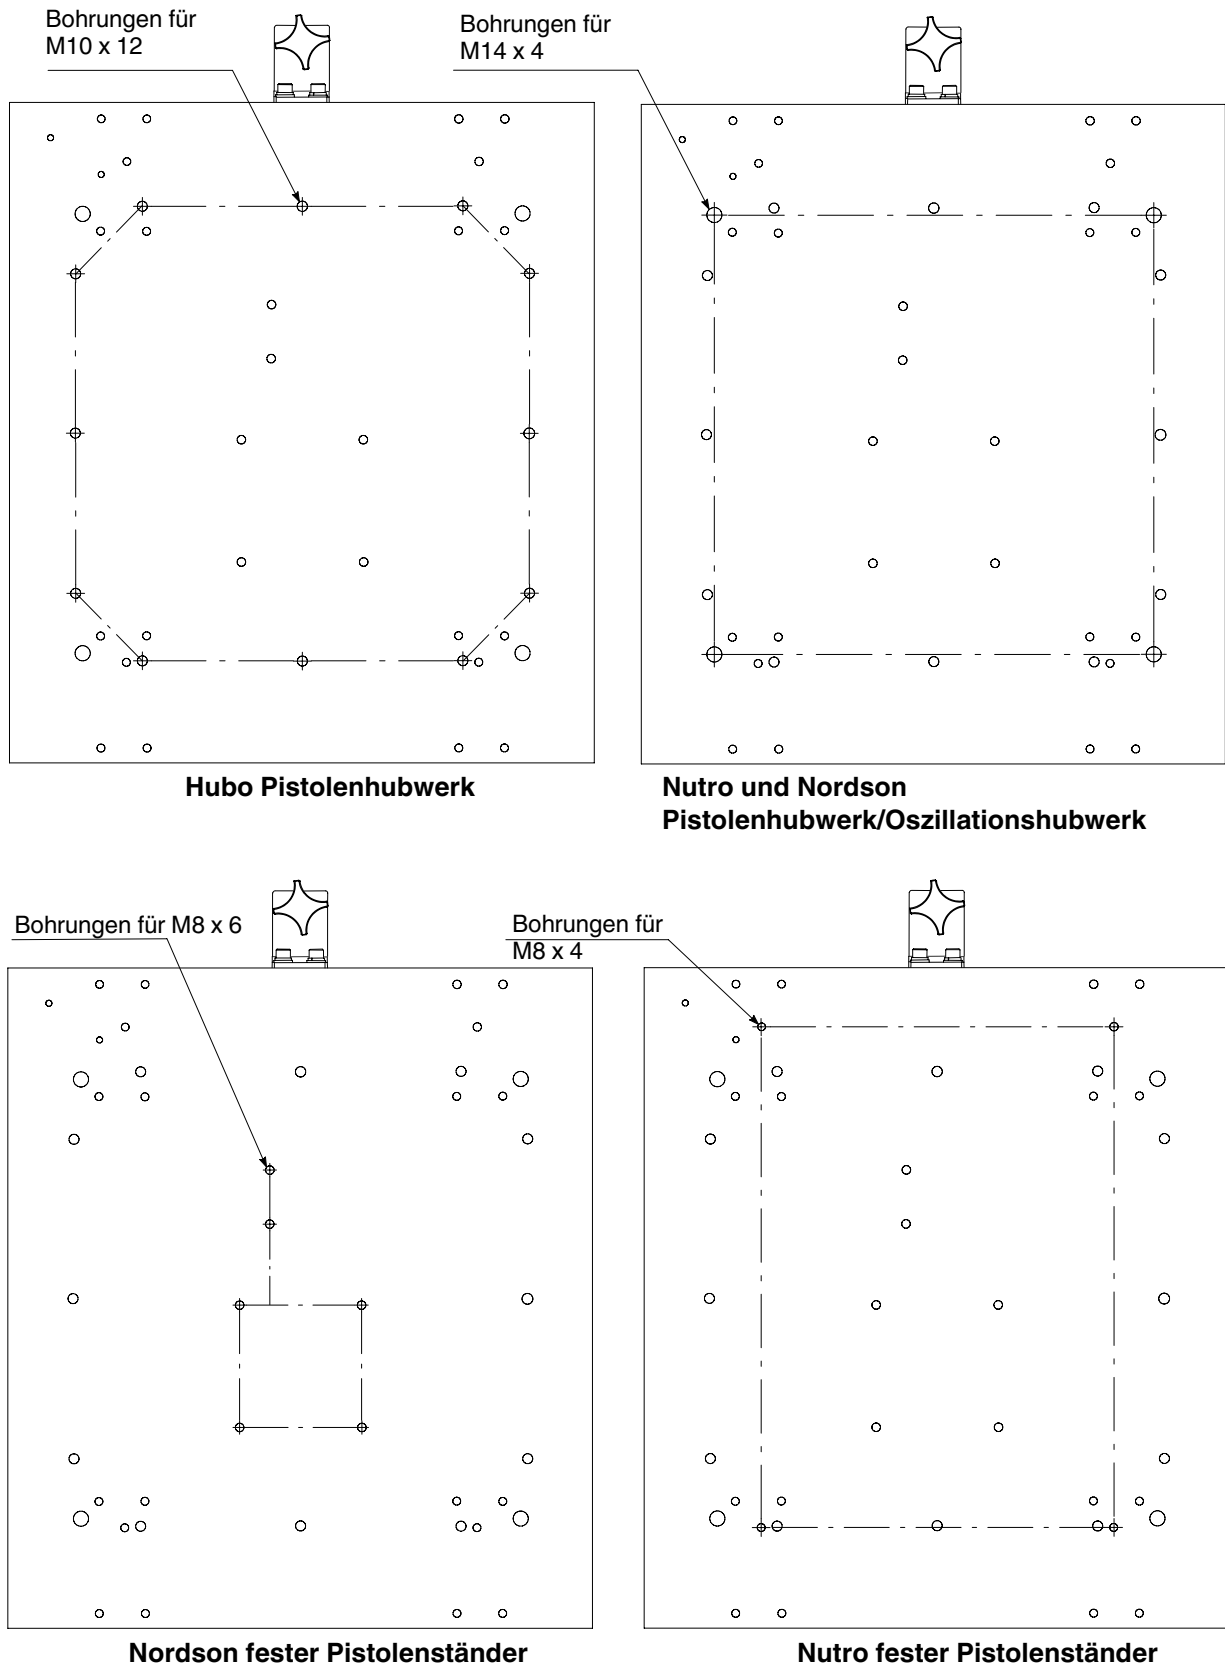

Abb. 2 Bohrungsmuster am Wagen
3. Siehe Abb. 1. Das Oszillationshubwerk oder den festen Pistolenshalter mit dem mitgelieferten Material an der Wagenbaugruppe (3) installieren. Abb. 2 zeigt die Muster der Wagenbohrungen für verschiedene feste Pistolenshalter, Oszillationshubwerke und Pistolenshubwerke.
6. Den Positionierer mit den Ankerschrauben (4) im Boden befestigen.